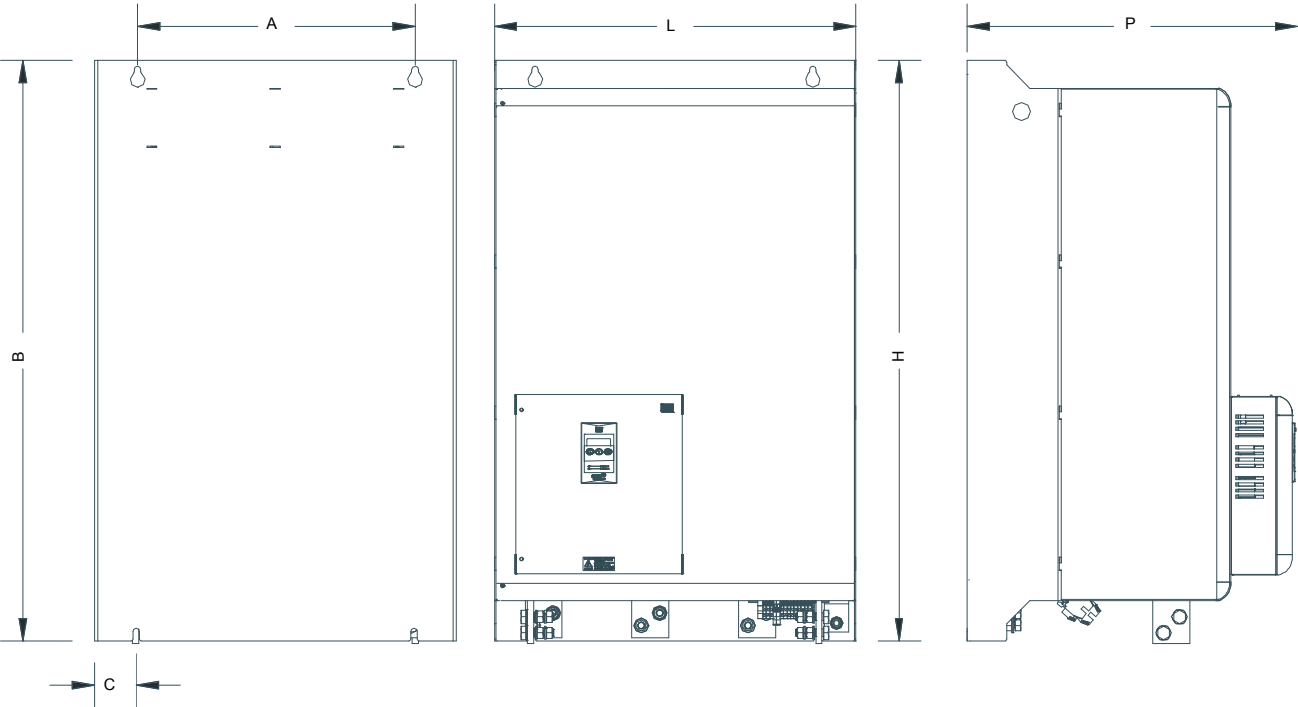

Figura 3.1 – Dimensional do Conversor CTW-04 - Mec 06
Figura 3.1 a) – Dimensional do Conversor CTW-04 - Mec 01
Figura 3.1 b) – Dimensional do Conversor CTW-04 - Mec 02
Figura 3.1 c) – Dimensional do Conversor CTW-04 - Mec 03
Figura 3.1 d) – Dimensional do Conversor CTW-04 - Mec 04
Figura 3.1 e) – Dimensional do Conversor CTW-04 - Mec 05
- ☑ Dimensões externas, furos para fixação etc, ver figura 3.1 e tabela 3.1;